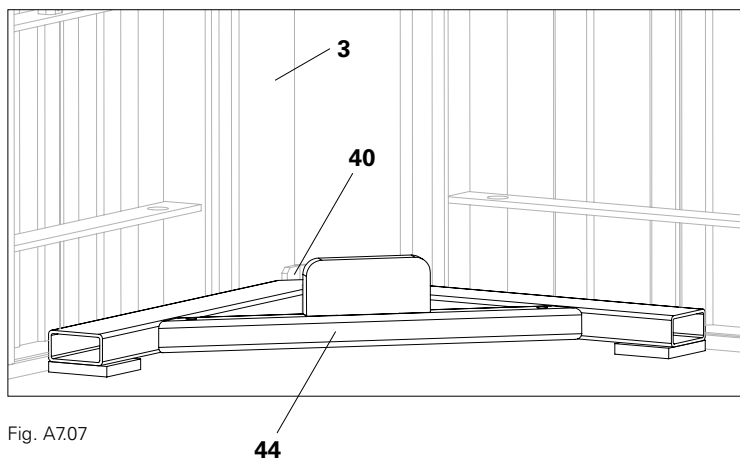

Fig. A7.07
In questo modo, l'angolo di allineamento UNO Plus (44) viene inserito nella piastra di allineamento angolo interno UNO Plus (40). (Fig. A7.07)